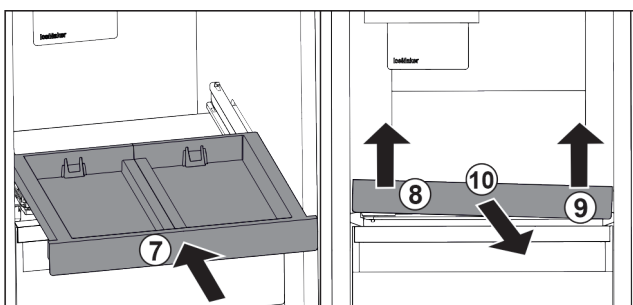

Fig. 27
- ▶ Rentrer le compartiment coulissant. Fig. 27 (7)
- ▶ Soulever le compartiment coulissant au niveau de la partie avant gauche. Fig. 27 (8)
- ▶ Soulever le compartiment coulissant au niveau de la partie avant droite. Fig. 27 (9)
- ▶ Retirer le compartiment coulissant par l'avant. Fig. 27 (10)